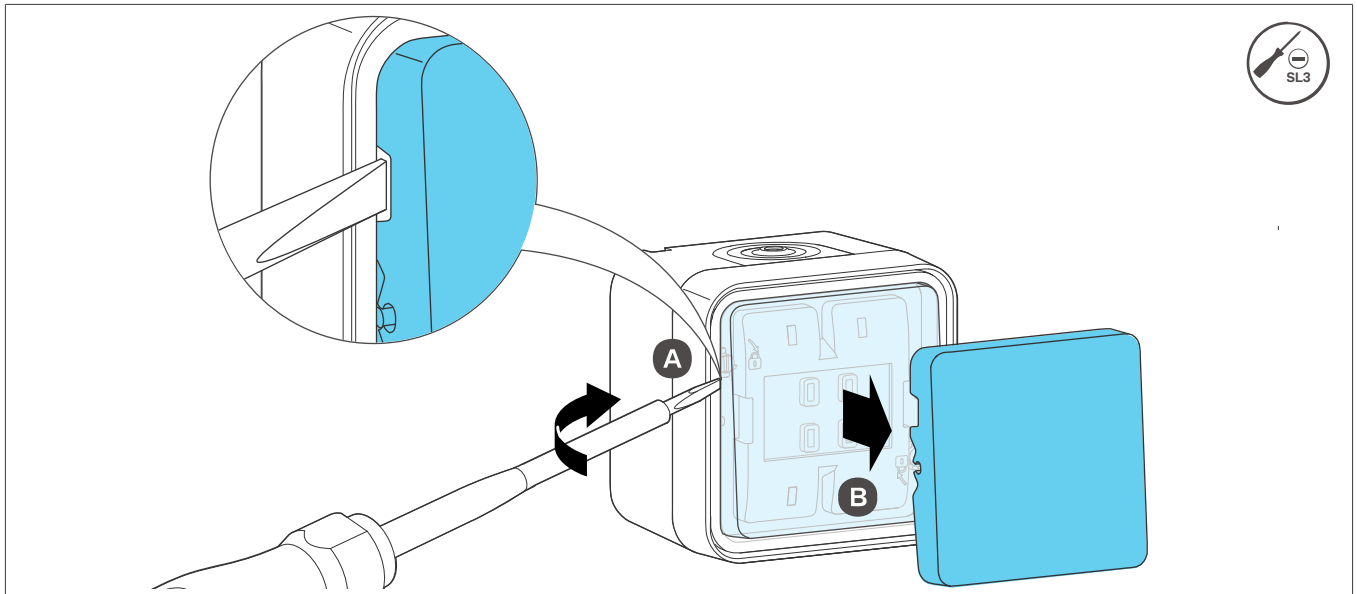

Bild 2: Wippe entfernen
- 1 Wippe (1) an der Einkerbung (A) mit dem Schraubendreher vom Aufputz-Gerät lösen (B) (Bild 2).